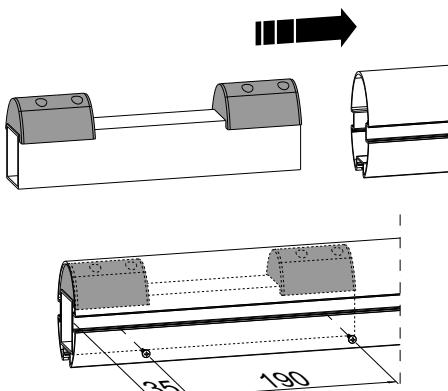

fig. 1
- 1\_ Rimuovere eventuali residui di lavorazioni meccaniche (bave) o di colore dai 2 pezzi di asta, quindi inserire il rinforzo asta, se presente, all'estremità dell'attacco flangia (fig. A) del primo spezzzone da 4 m, allineandolo al profilo dell'asta. Fissare il rinforzo all'asta utilizzando le viti in dotazione, rispettando le quote di fig. 1;
- 1\_ Remove any residue caused by machining (burrs) or colour from the 2 bar lengths, insert the reinforcement, if present, onto the end of the flange connection (fig. A) of the first 4m length, aligning it with the bar profile. Fix the reinforcement to the bar using the screws supplied and complying with the measurements given in fig. 1;
- 1\_ Entfernen Sie die eventuellen Rückstände der mechanischen Bearbeitung (Grate) oder Farbrückstände von den beiden Teilen der Stange, setzen Sie dann die Verstärkung, falls vorhanden, in das Ende des Flansch-Anschlusses (Abb. A) des ersten Teils zu 4 m ein und richten Sie sie mit dem Profil der Stange aus. Befestigen Sie die Verstärkung der Stange mit den mitgelieferten Schrauben unter Beachtung der Quoten von Abb. 1.
- 1\_ Enlever tout résidu d'usinage (bavures) ou de couleur des 2 tronçons de tige, puis insérer la tige de renfort, le cas échéant, à l'extrémité du raccord de bride (fig. A) du premier tronçon de 4 m, en alignant le profil de la tige. Fixer le renfort à la tige en utilisant les vis fournies et en respectant les cotes de la fig. 1 ;
- 1\_ Elimine los residuos de mecanizaciones (rebabas) o de pintura de las 2 secciones del asta, entonces introduzca el refuerzo del asta, si estuviera presente, en el extremo de enganche brida (fig. A) de la primera sección de 4 m, alineándolo con el perfil del asta. Fije el refuerzo al asta utilizando los tornillos entregados, respetando las medidas de la fig. 1 ;
- 1\_ Remover eventuais resíduos de processamentos mecânicos (rebarbas) ou de tinta das duas partes da haste e, em seguida, inserir o reforço da haste, se presente, na extremidade do encaixe flange (fig. A) da primeira parte de 4 m, alinhando-o com o perfil da haste. Fixar o reforço da haste utilizando os parafusos fornecidos e respeitando as posições da fig. 1 .